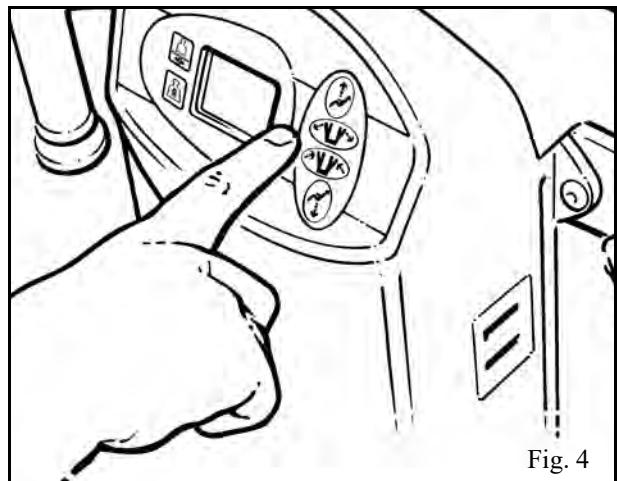

Fig. 4
**Panel de control doble:**- Ofrece los mismos controles que el mando de control y está situado en la parte superior del cuerpo principal de la grúa. (Véase la fig. 4)